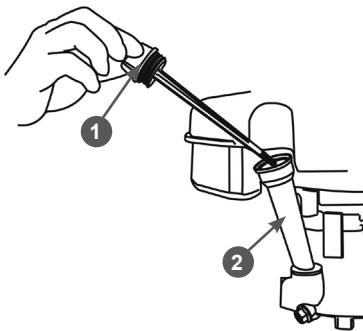

Рис. 10. Крышка-щуп маслозаливной горловины
2. Открутите крышку-щуп 1 маслозаливной горловины 2 и извлеките щуп (Рис. 10).
- Открутите крышку-щуп 1 маслосазливной горловины и извлеките щуп (Рис. 10).